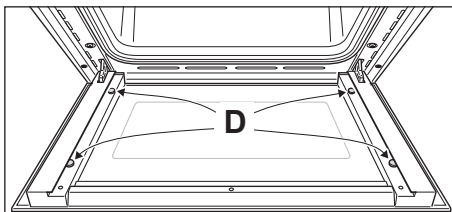

Fig. 6.13a
**IMPORTANTE:** È consigliabile, durante la rimozione del vetro, tenere premuti in posizione i 4 distanziatori "D", mediante un dito, al fine di evitare la rottura o lo sfilamento dei distanziatori stessi (fig. 6.13a).
- Verificare che i 4 distanziatori "D" siano nella loro posizione (fig. 6.13a). **IMPORTANTE:** È consigliabile, durante l'inserimento del vetro, tenere premuti in posizione i 4 distanziatori "D", mediante un dito, al fine di evitare la rottura o lo sfilamento dei distanziatori stessi (fig. 6.13a).